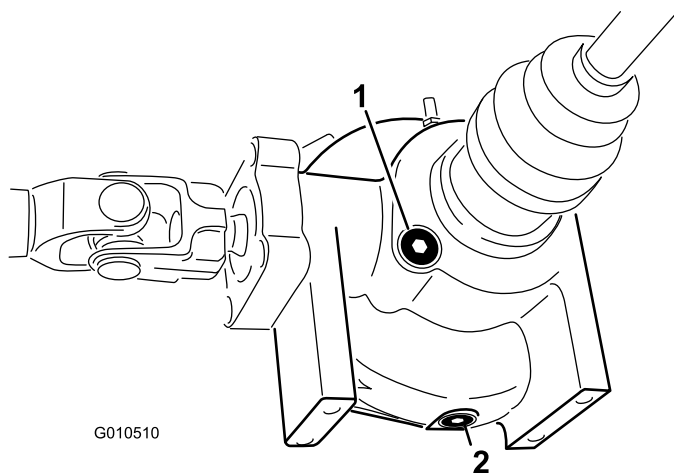

図 22
2. デファレンシャルの側面についている補給・点検プラグの周囲をきれいに拭く 図 22。